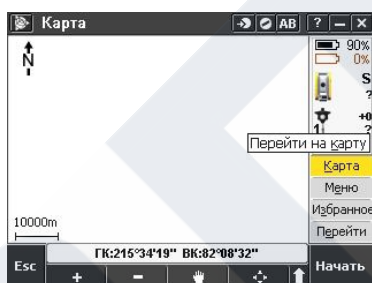
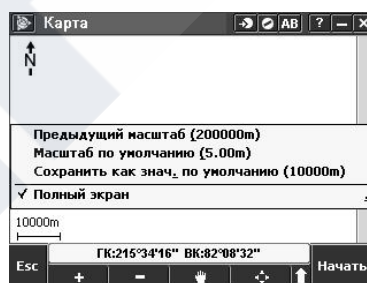

Рис.1
Рис.2
В режиме просмотра карты нажмите и удерживайте клавишу Карта (рис. 1) для отображения дополнительных параметров (рис. 2).
- Нажмите и удерживайте окно карты, а затем выберите *Полный экран*. (рис. 2)